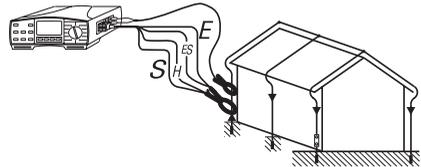

Bild 37: Anschluss der Messleitungen und Zangenadapter
- ▶ Die 4-polige Messleitung aus dem Erd-Mess-Set (Best.-Nr.1227) an den 4-poligen Messanschluss (17) des UNITEST 0100-EUROtest anschließen. Den ersten UNITEST Zangenadapter (Best.-Nr. 1245) an die Anschlüsse H/S und E/ES anschließen. Den zweiten UNITEST Zangenadapter Best.-Nr. 1245 an die beiden Messanschlüsse C1 (14) C2/P (15) anschließen, siehe Bild 37.
- ▶ Den UNITEST 0100-EUROtest mit der Taste 'EIN/AUS' einschalten, den Drehschalter 'Messfunktion' auf die Funktion (12) RE Erdungswiderstand stellen.
- ▶ Schließen Sie die beiden Zangenadapter gemäß Bild 37 an Ihren zu messenden Erder an. Falls gewünscht kann mit der Taste 'HILFE' die Anschlussinformation direkt am Messgerät abgerufen werden, mehrfaches Drücken der Taste 'HILFE' zeigt die Anschlussmöglichkeiten an.